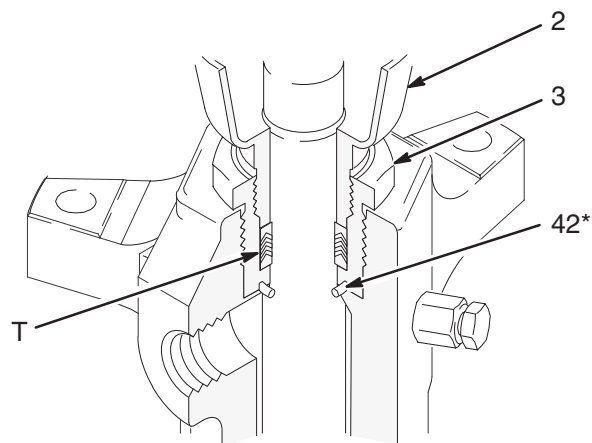

Abb. 10 Unterpumpe 236611 dargestellt
- Mit einem Gummihammer die Kolbenstange (1) und die Schöpfkolbenstange (18) aus dem Auslassgehäuse (9) und dem Zylinder (10) austreiben. Die äußeren Oberflächen der Stangen mit dem Finger auf Beschädigungen untersuchen.
- Die Packungsmutter (2) abschrauben. Das Packungsgehäuse (3) abschrauben und die Dichtung (42) entfernen. Halsringe und Packungen (T) entfernen. Siehe Abb. 10.